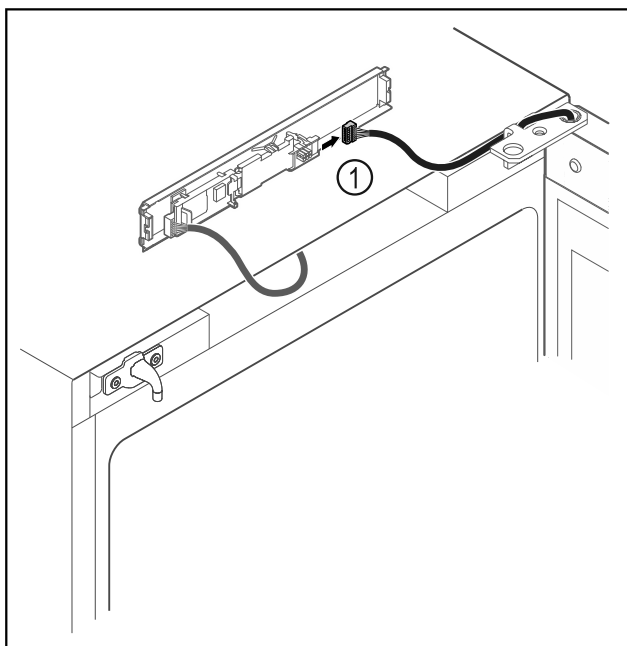

Fig. 12
- ▶ Vtič Fig. 12 (1) odstranite s tiskanega vezja.